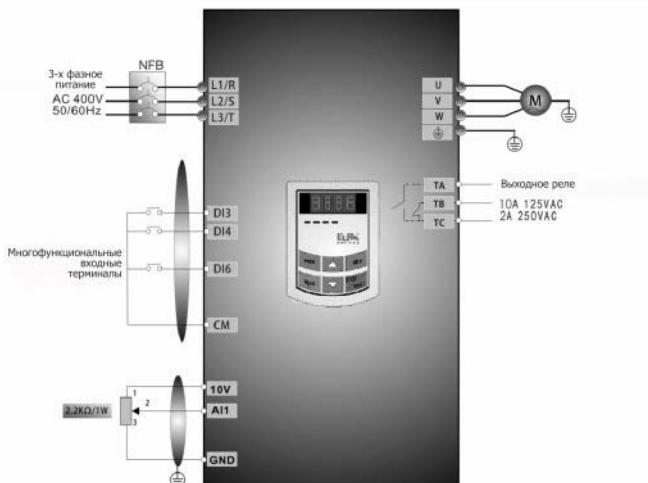

Рис. 5-3 Схема подключения 3
- (1) Подключите провода в соответствии с рис. 5-3. После проверки проводки включите инвертор. Примечание: для установки внешних аналоговых сигналов может использоваться потенциометр 2K~5K. Если требуется более высокая точность, используйте точный многооборотный потенциометр и экранированный провод с заземлением экранирующего слоя.